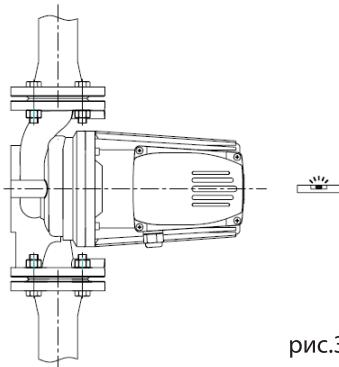

рис.3
A. Убедитесь, что валы насоса расположены горизонтально и не испытывают нагрузки (см. Монтажные положения, показанные на рис.3-рис.8).